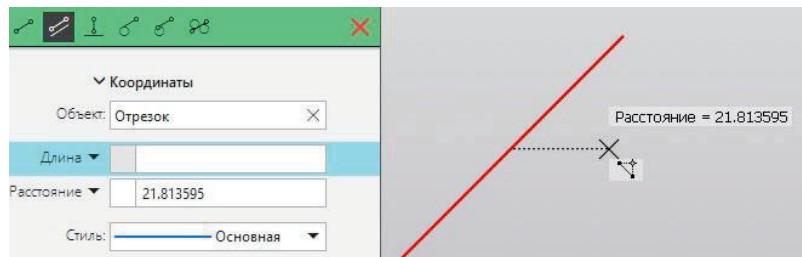

Рисунок 1.14 – Параллельный отрезок
**1.2 Параллельный отрезок.** Для использования команды «Параллельный отрезок» необходимо выбрать другой отрезок или вспомогательную линию для создания отрезка. После чего в значении расстояния указать расстояние до оригинального отрезка и длину нового отрезка (рисунок 1.14).